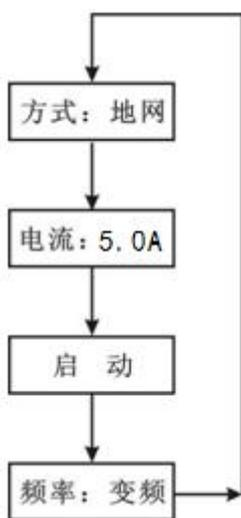

图 9 菜单流程图
(2) 按 **功能** 键，可移动光标至各菜单项，并循环指示。被选中项反白字体显示。选择键的流程见图 9 所示。
仪器测试完毕，出现图 9 所示界面。按  键可以在 print 、 quit 之间选择。如果选择 print（打印），按“确认”键，就会打印结果。